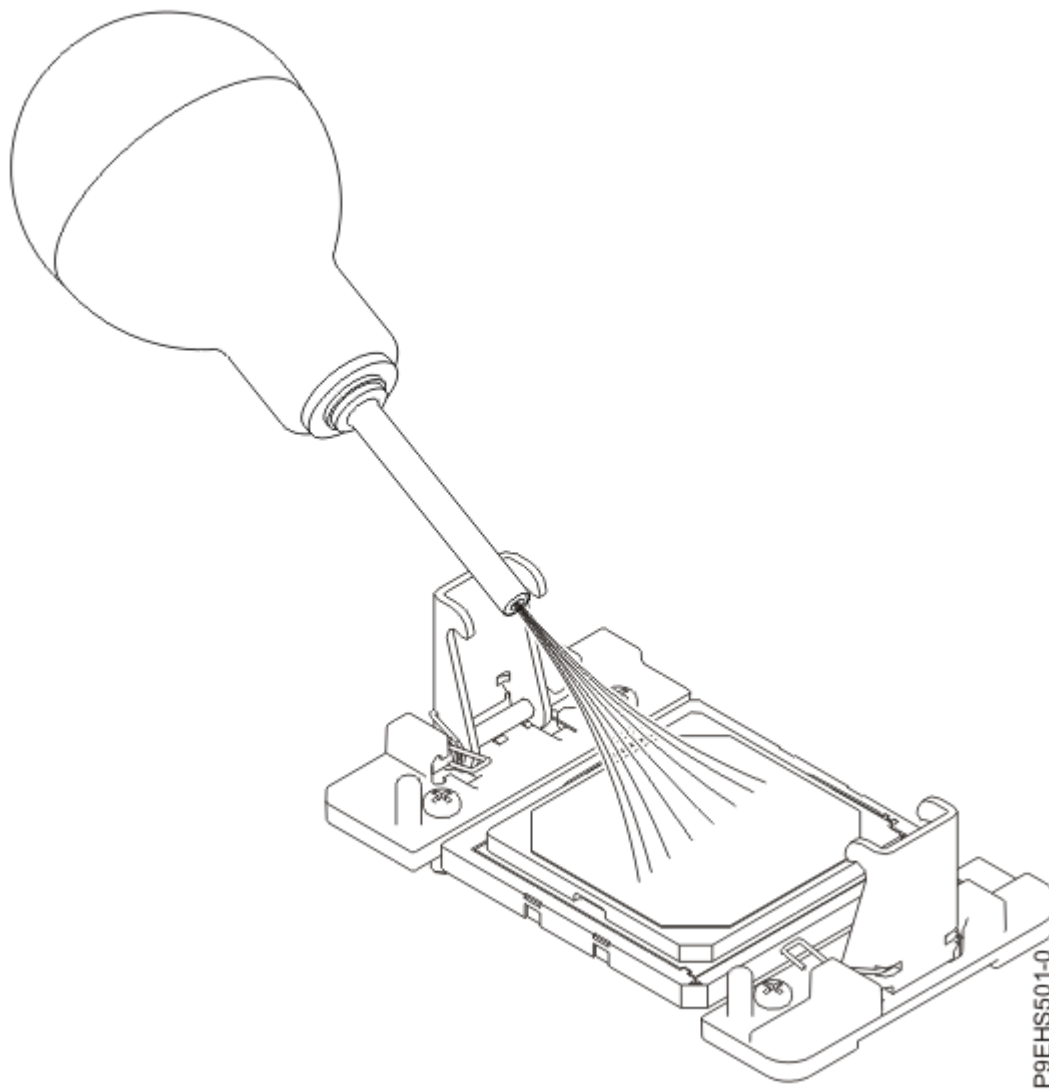

Figura 144. Cómo quitar el polvo y los restos de suciedad del área del módulo del procesador del sistema
- Si hay restos de polvo o suciedad, utilice la bomba de aire suministrada para limpiar el área del módulo del procesador del sistema. Sopla pequeñas ráfagas de aire desde el centro hacia los lados del módulo del procesador del sistema, tal como se muestra en la Figura 144 en la página 162. Si la bomba de aire no está ensamblada como se muestra en la Figura 144 en la página 162, apriete la punta a la bola.